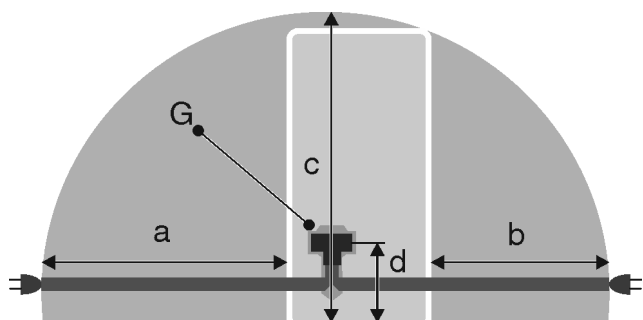

Fig. 20 Combiné réfrigérateur-congélateur / congélateurs / réfrigérateur BioFresh Grand volume
- La prise de courant ne se trouve pas derrière l'appareil mais dans les zones a ou b *Fig. 20 (a, b, c)*.
- ▶ Introduire la fiche de l'appareil *Fig. 20 (G)* au dos de l'appareil. Veiller à bien les encliqueter.